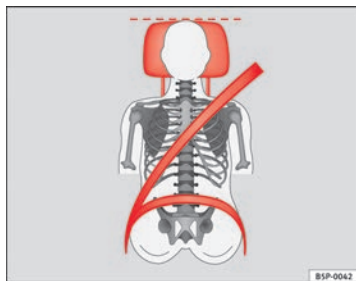
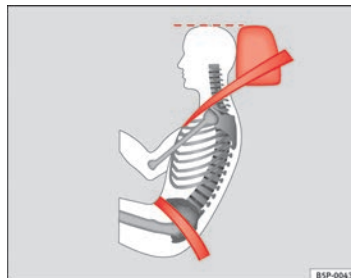

Abb. 66 Von vorne betrachtet: richtig eingestellte Kopfstütze und korrekter Gurtbandverlauf
Abb. 67 Von der Seite betrachtet: richtig eingestellte Kopfstütze und korrekter Gurtbandverlauf
- Die Kopfstützen so einstellen, dass sich die Oberkante der Kopfstütze möglichst auf einer Linie mit dem oberen Teil Ihres Kopfes bzw. mindestens auf Augenhöhe befindet ⇒ Abb. 66 und ⇒ Abb. 67.